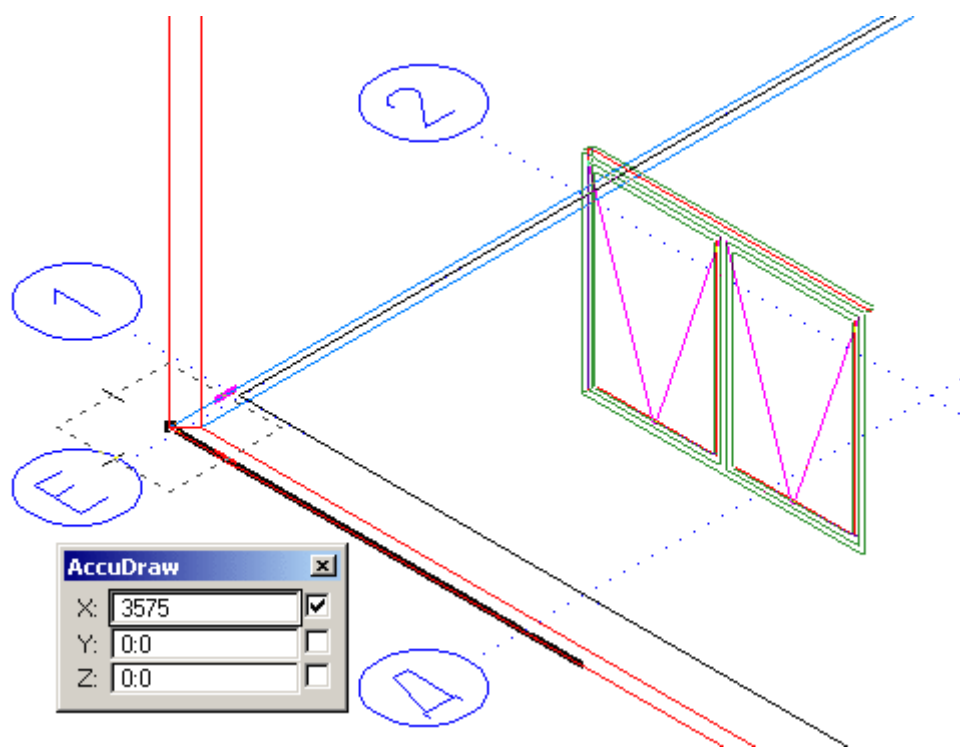

Рисунок 14
- Привязаться к нижнему углу стены, в которую врезается окно (Рисунок 14)
- Направить построение по оси **Y**, как на Рисунок 14.